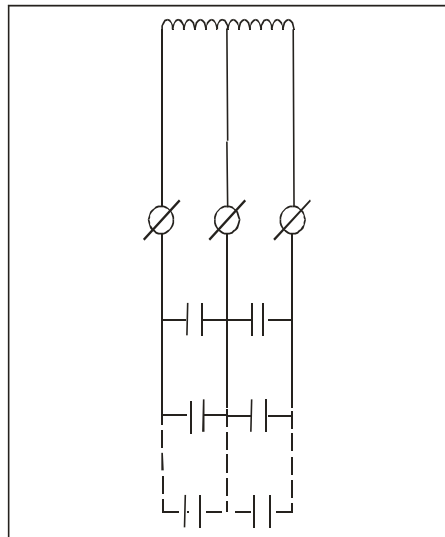

图 7-2 电容器接线示意图
3、将电容器按电路图（见图 7-2）接在寿命试验电源前面板下方指定的三个输出端子上。